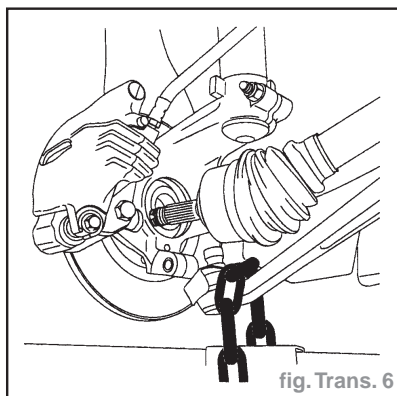

fig. Trans. 6
- Dégager la transmission du moyeu (fig. Trans. 6).